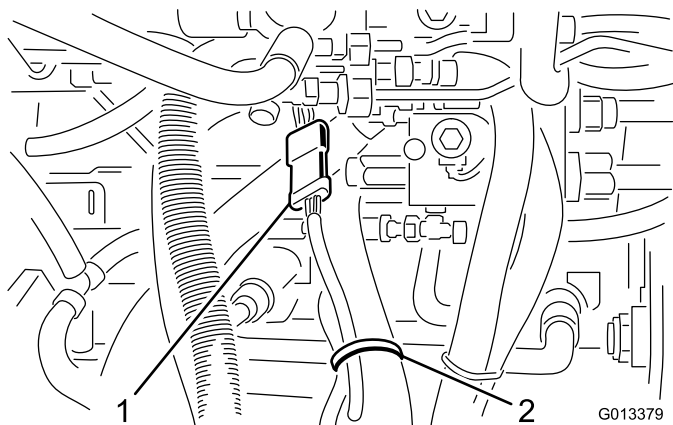

Figure 4
5. Trouvez et débranchez le faisceau de câblage du plateau de coupe du faisceau de câblage du groupe de déplacement (Figure 4). Déposez également les serre-câbles qui attachent le faisceau de câblage aux composants du plateau de coupe.